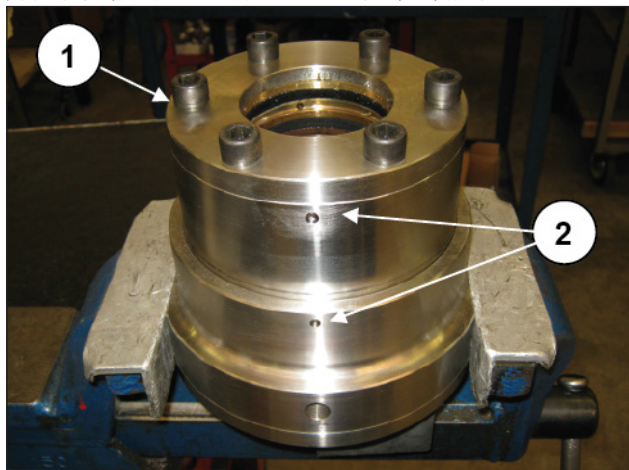
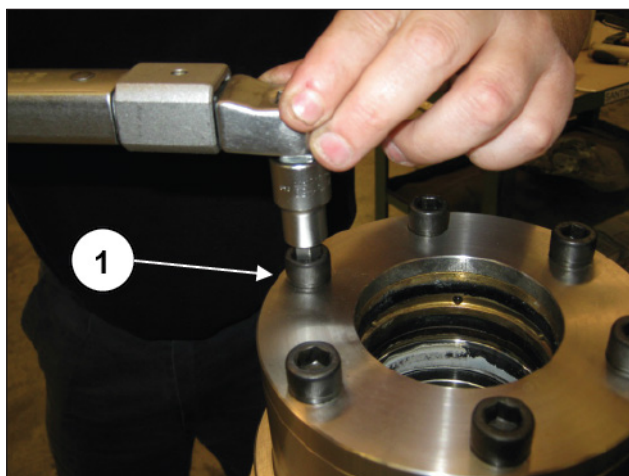

图 229
图 230
把活塞套安装在支架上（位置①，图 227），注意O形圈应保持在底座上，对齐标记（位置②，图 229），然后安装密封圈底座（位置①，图 228）。
在放置密封圈底座环固定螺钉后（位置①，图 229），用测力扳手锁紧（位置①，图 230），如第3章所示。